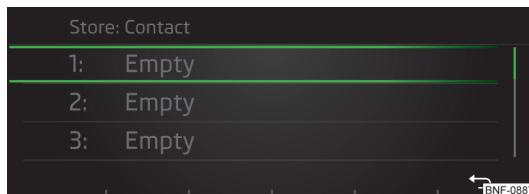

Fig. 111
► Selectați poziția pentru memorarea favoritului » **fig. 111**.